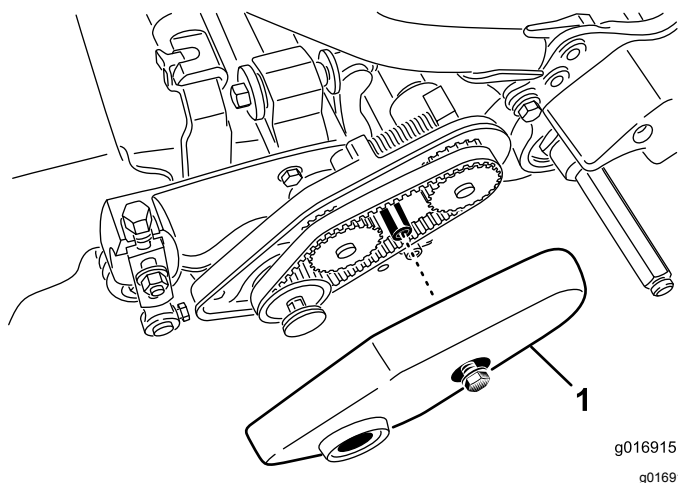

Figure 15
2. Desserrez le boulon à embase qui fixe le couvercle de la courroie et déposez le couvercle pour exposer la courroie (Figure 15).